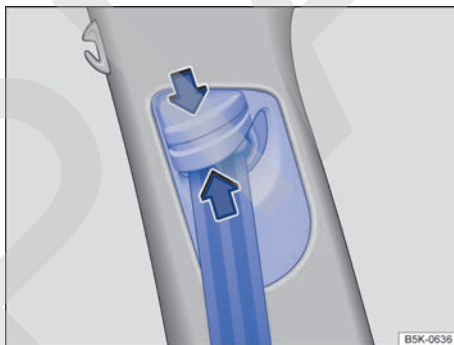

Fig. 13 Junto a los asientos delanteros: regulador de la altura del cinturón.
- Presione el dispositivo de reenvío en el sentido de las flechas y manténgalo en esta posición → **fig. 13**.